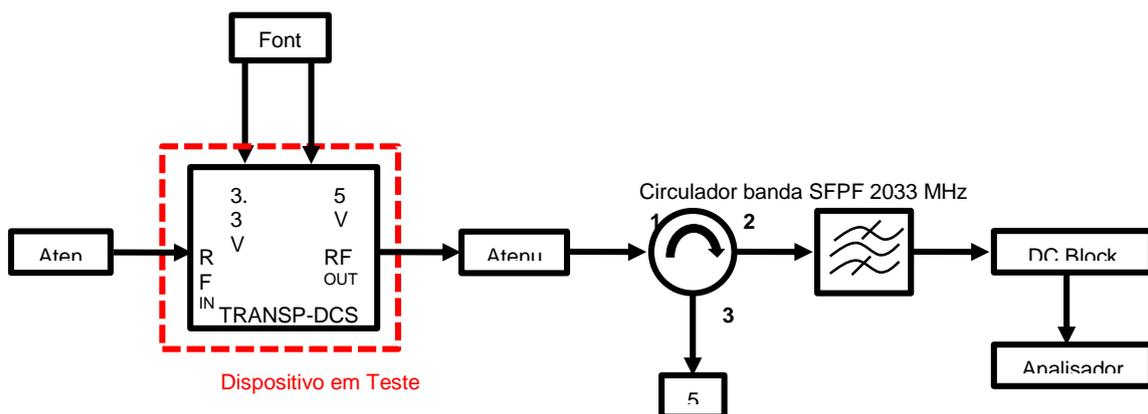

Figura 3.13.1 – diagrama de execução do teste de ruído térmico.
- 1) Realizar as conexões mostradas na Figura 3.13.1.